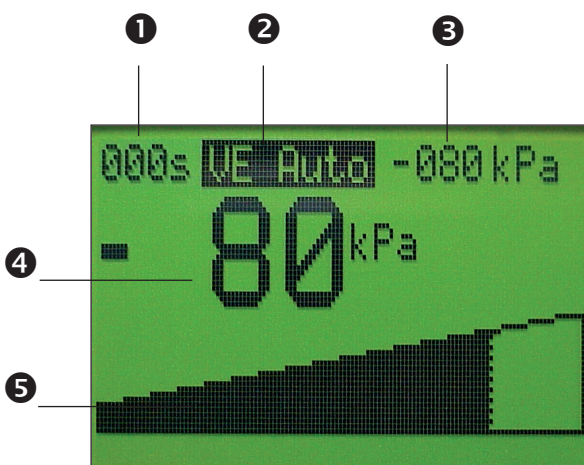

Fig. 18. Indicazioni del display dopo il raggiungimento del vuoto desiderato
- Quando il vuoto finale è raggiunto, l'unità avvisa con un segnale sonoro (lungo con una breve interruzione). Il tempo mancante è 0 s (fig. 18).